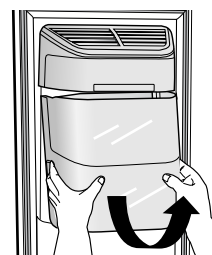

Abbildung 1
- Halten Sie den Behälter am Griff, wie in Abbildung 1 gezeigt.